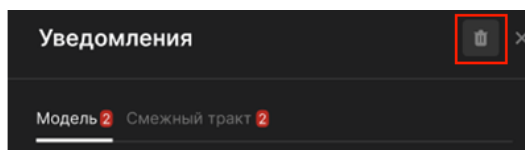

Рисунок 3.10 Кнопка «Корзина» на форме «Уведомления» для удаления всех уведомлений в разделе
- нажать на кнопку «Корзина», расположенную вверху форму «Уведомления» для удаления всех уведомлений в разделе (Рисунок 3.10).